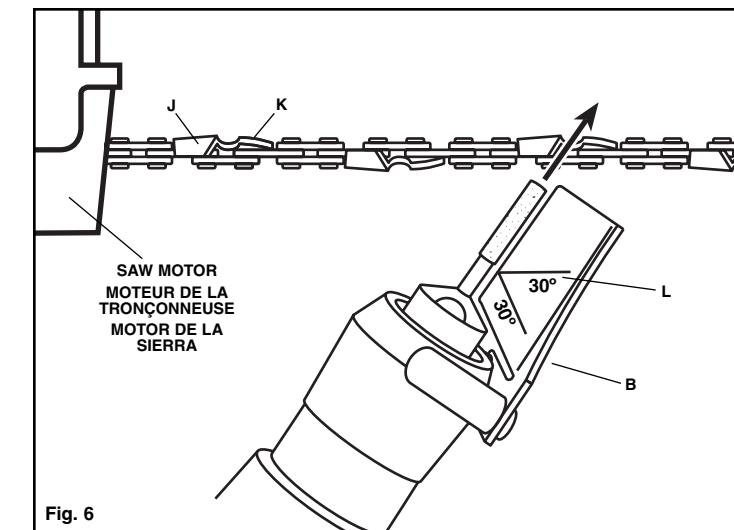

Fig. 6
4. Turn the saw around so that you are looking at the side of the chain bar with the motor to your left. Sharpen the cutter teeth on the far side of the chain, from inside to outside, or away from you, as shown in Figure 6. The guide should be laid flat on the tooth with the 30° index line parallel with the chain.
4. Faites pivoter la tronçonneuse de manière à ce que le côté de la barre de chaîne soit face à vous, mais cette fois avec le moteur à votre gauche. Affûtez les dents tranchantes situées du côté opposé de la chaîne, de l'intérieur vers l'extérieur (en s'éloignant de soi) comme indiqué à la figure 6. Le guide doit être posé à plat sur la dent avec le repère à 30° parallèle à la chaîne.